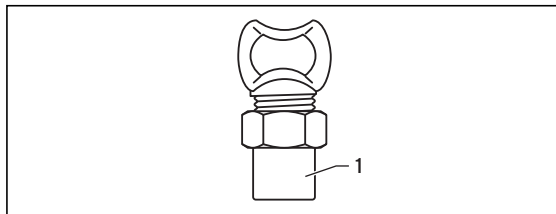

Рис. 3.1 Газовый запорный кран в угловом исполнении
- Газовый запорный кран должен быть установлен с входящей в объем поставки втулкой (1, рис. 3.1 и 3.2). При замене кран должен быть заменен вместе со втулкой.